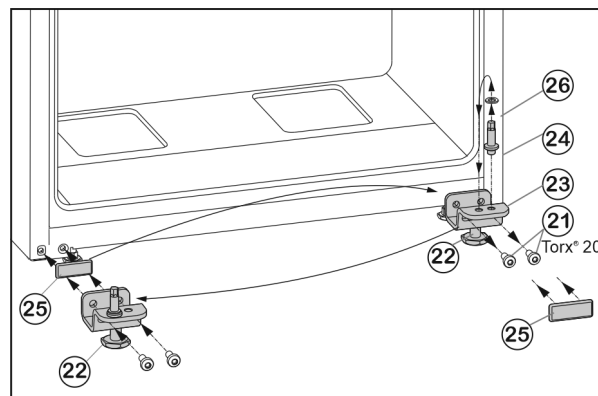

Fig. 9
- ▶ Odkręcić śruby mocujące Fig. 9 (21).
- ▶ Usunąć dolną płytkę zawiasu Fig. 9 (23), wraz z trzpieniem zawiasu Fig. 9 (24), podkładką Fig. 9 (26) i nóżką Fig. 9 (22).
- ▶ Odkręcić całą trzpień zawiasu Fig. 9 (24) z podkładką Fig. 9 (26), przełożyć do przeciwnego otworu mocującej płytki zawiasu i tam dokręcić.
- ▶ Ostrożnie zdjąć płytkę osłaniającą Fig. 9 (25) i przełożyć na przeciwną stronę.
- ▶ Całą dolną płytkę zawiasu Fig. 9 (23) wraz z trzpieniem zawiasu Fig. 9 (24), podkładką Fig. 9 (26) i nóżką Fig. 9 (22) ponownie przykręcić po nowej stronie zawiasu, ew. przy użyciu wkrętarki akumulatorowej (z siłą 4 Nm).
- ▶ Założyć drzwi od góry na trzpień zawiasu Fig. 9 (24).
- ▶ Wykręcić nóżkę Fig. 9 (22) przy dolnej płytce zawiasu Fig. 9 (23), aż będzie przylegać do podłoża.